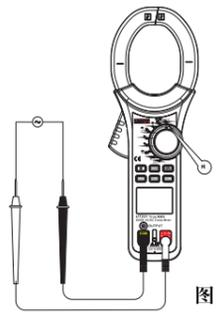

图 8
(6) 频率 (Hz) (见图8)
6.频率测量 (Hz) (见图8)